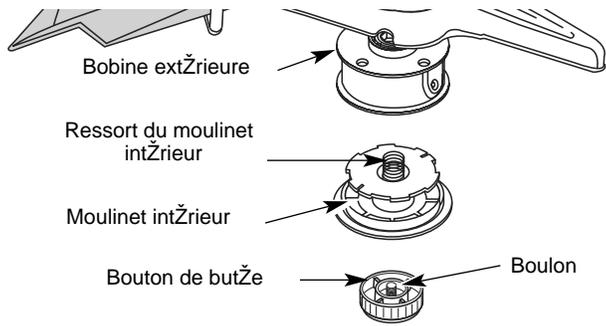

Fig. 31
1. Tenez la bobine extérieure d'une main et dévissez le bouton de butée vers la droite (Fig. 31). Inspectez le boulon à l'intérieur du bouton de butée pour vous assurer qu'il se déplace librement. Remplacez le bouton de butée s'il est endommagé.
2. Retirez le moulinet intérieur de la bobine extérieure (Fig. 31).
3. Retirez le ressort du moulinet (Fig. 31).
2. Retirez l'ancien moulinet intérieur de la bobine extérieure (Fig. 31).
3. Retirez le ressort de l'ancien moulinet intérieur (Fig. 31).